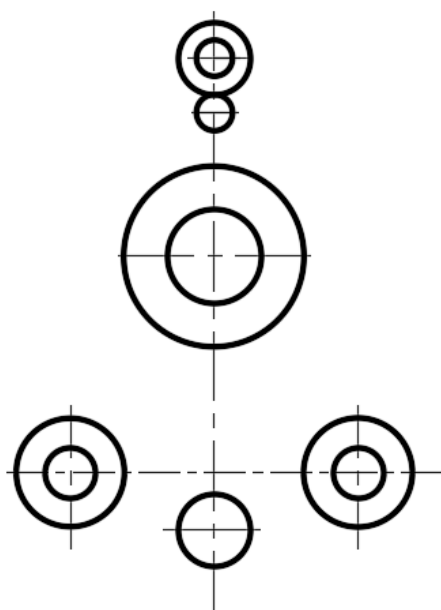

Рис. 2.30
2. У шарі "Контур" побудувати усі кола відповідно до завдання (рис. 2.30). Побудови виконувати за допомогою команди **Круг** (CIRCLE) – по центру кола і його радіусу (опція *Центр, радіус*).